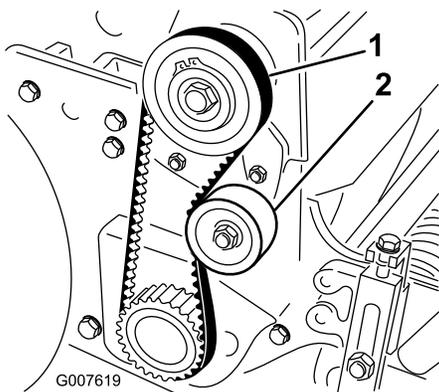

Figura 35
2. Compruebe la tensión presionando la correa en el punto intermedio entre las poleas (Figura 35) con una fuerza de a 18–22 N. La correa debe desviarse 6 mm.
del reloj contra la parte trasera de la correa, hasta obtener la tensión deseada (Figura 35).